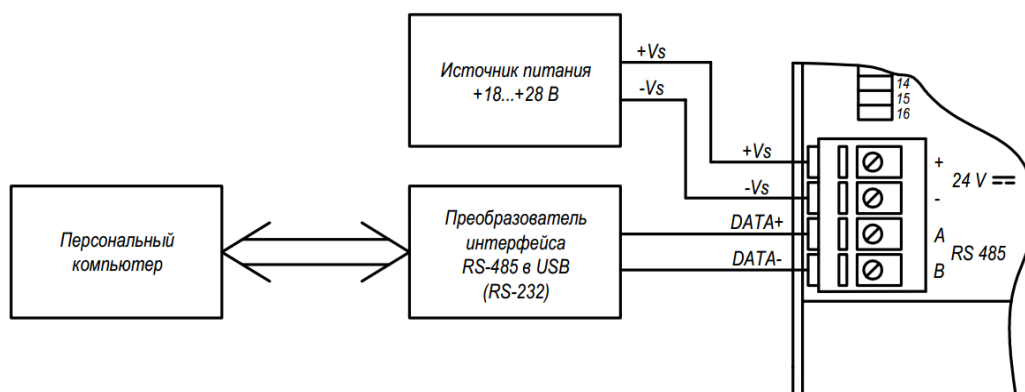

Рисунок 1.4 – Подключение модуля к порту ПК
1.4.2.1 Для конфигурации модуля может быть использован офисный ПК стандартной комплектации, имеющий порт RS-232 или USB. Модуль подключается с помощью преобразователя интерфейса RS-232 в RS-485 (USB в RS-485) (рисунок 1.4)